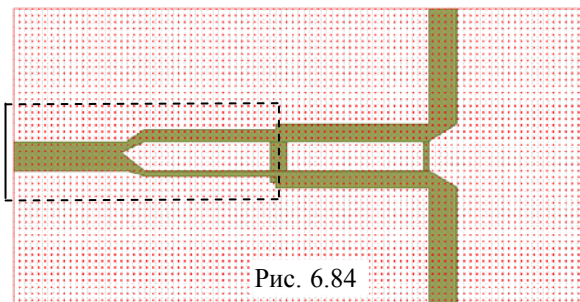

Рис. 6.84
6. Установите курсор на топологию, нажмите левую кнопку мышки и переместите топологию в корпус (рис. 6.84).
8. Щёлкните по значку **View Area** на панели инструментов и увеличьте отображение части делителя, указанной на рис. 6.84.